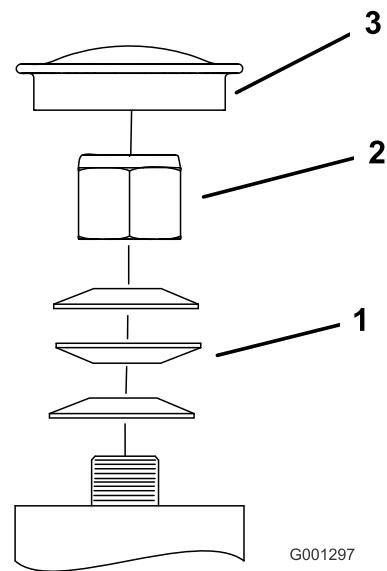

Bild 52
3. Entfernen Sie den Staubdeckel vom Laufrad und ziehen Sie die Sicherungsmutter an (Bild 52).
4. Ziehen Sie die Mutter so weit an, bis die Federscheiben flach sind. Drehen Sie dann 1/4 Drehung zurück, damit Sie die Vorlast korrekt auf die Lager verteilen können (Bild 52).
Wichtig: Achten Sie darauf, dass die Federscheiben korrekt wie in Bild 52 dargestellt eingesetzt sind.
5. Setzen Sie den Staubdeckel auf (Bild 52).